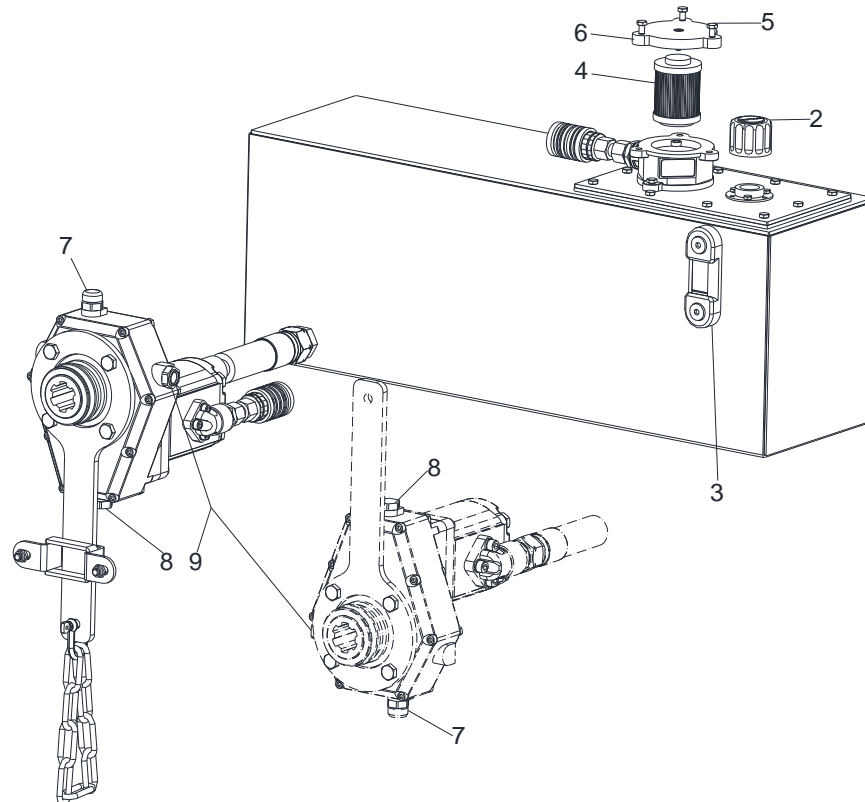

Bild 48 Externe Ölversorgung DS1200, DS1600, DS3100
1. Entlüftungsschraube (Bild 48/7) herausschrauben.
2. Ablassschraube (Bild 48/8) unten lösen und Öl ablassen.
3. Einfüllschraube (Bild 48/7) mit neuer Dichtung wieder eindrehen.
4. Aufsteckpumpe um 180 Grad drehen. Dichtung am Schauglas (Bild 48/9) erneuern.
5. Öl **SAE85-W140** an der Ablassöffnung (Bild 48/8) bis zur Höhe des Schauglases (3) einfüllen.
6. Ablassschraube (Bild 48/8) mit neuer Dichtung wieder einschrauben.
1. Saugschlauch (Bild 48/1) lösen und Öl ablassen.
2. Saugschlauch (Bild 48/1) wieder anschrauben.
3. Deckel (Bild 48/2) von Einfüllfilter abnehmen.
4. **Plantosyn 3268 ECO** bis Schauglasmitte (Bild 48/3) einfüllen.
5. Deckel (Bild 48/2) schließen.
1. Deckel (Bild 48/6) durch Lösen der Schrauben (Bild 48/5) entfernen
2. Filtereinsatz (Bild 48/4) austauschen.
3. Deckel (Bild 48/6) mit Schrauben wieder (Bild 48/5) montieren.
- ▶ Rücklauffilter (Bild 48/4) alle 100 Betriebsstunden ersetzen.